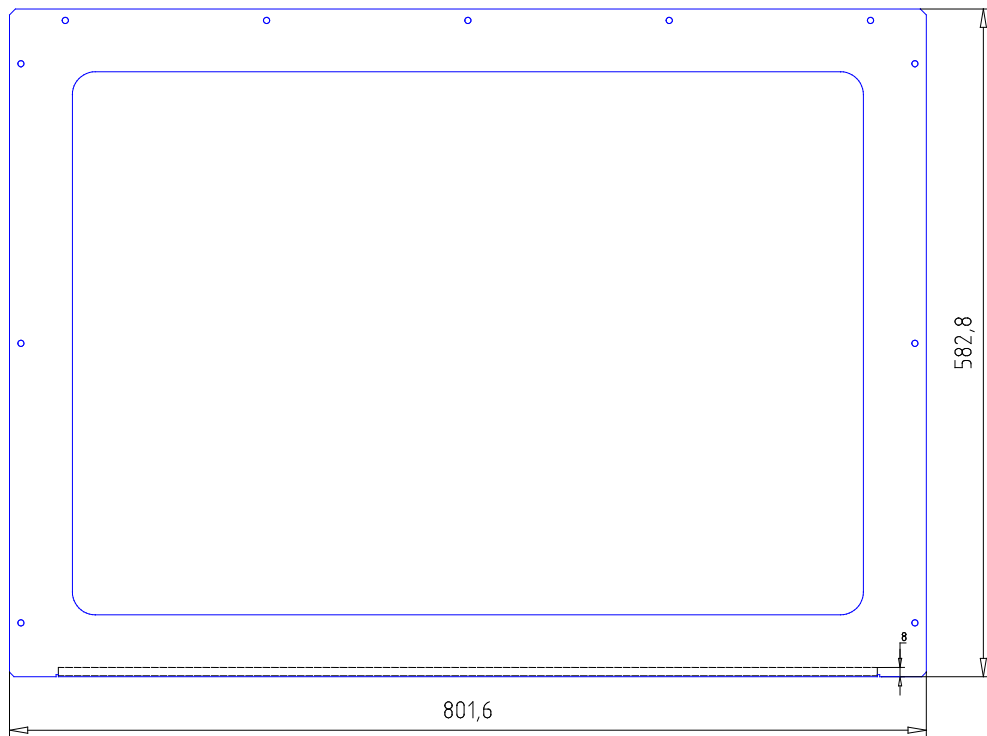
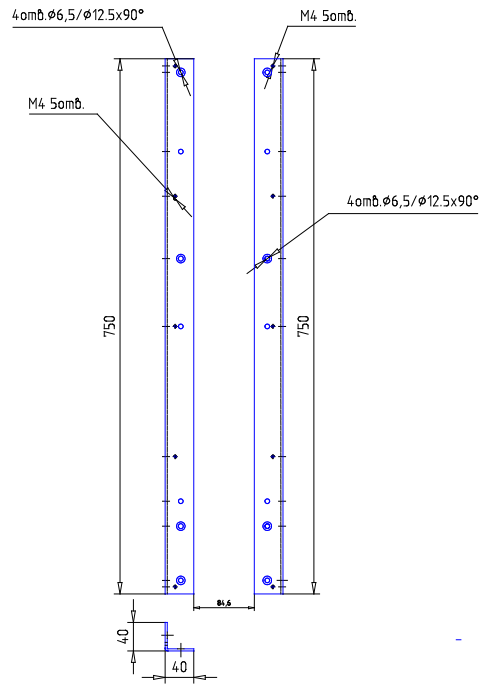
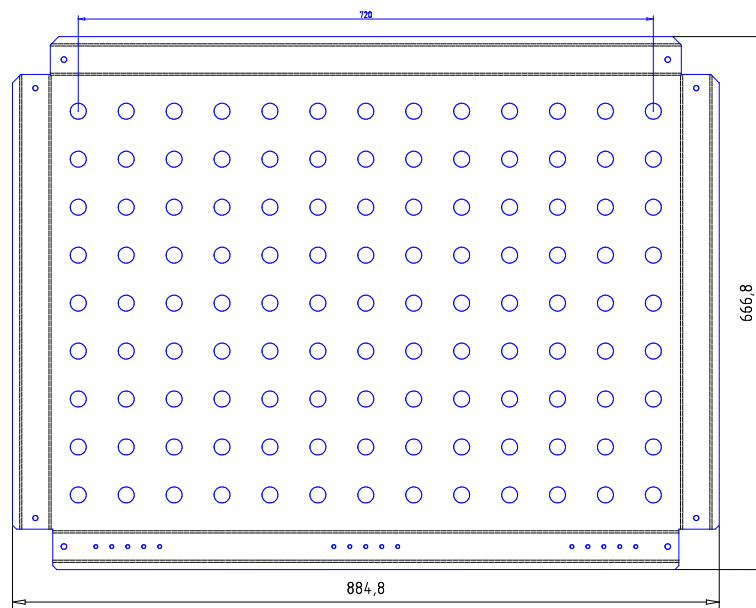

Рисунок 3.1 – Батарейный стеллаж Штиль MBS-04. Крышка верхняя
Рисунок 3.5 – Батарейный стеллаж Штиль MBS-04. Стойка задняя
Рисунок 3.6 – Батарейный стеллаж Штиль MBS-04. Полка
4.2 Соединить винтами М6*16 полки изделия (рисунок 3.6) со стойками задними (рисунок 3.5).
4.3 Соединить винтами М6*16 полки изделия (рисунок 3.6) со стойками передними (рисунок 3.3).
4.6 Закрепить винтами М4*6 верхнюю крышку изделия (рисунок 3.1) на стойках (рисунок 3.5 и 3.6)